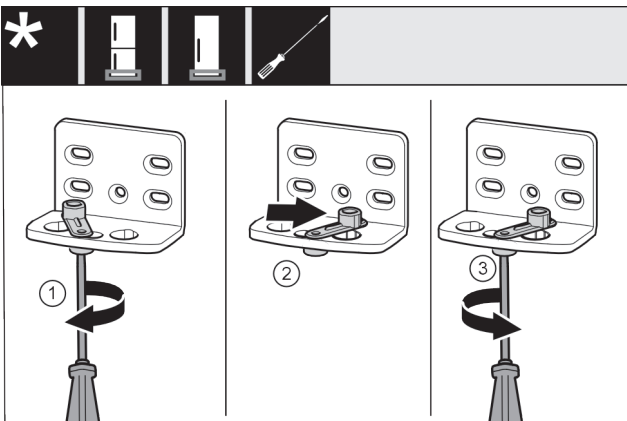

Fig. 22
- Lironi plotësisht vidën Fig. 22 (1) me një kaçavidë.
- Ngrini lart ndihmën e mbylljes së derës Fig. 22 (2) dhe rrotullojeni brenda vrimës me 90° nga e djathta.
- Mbërtheni fort vidën Fig. 22 (3) me kaçavidë.